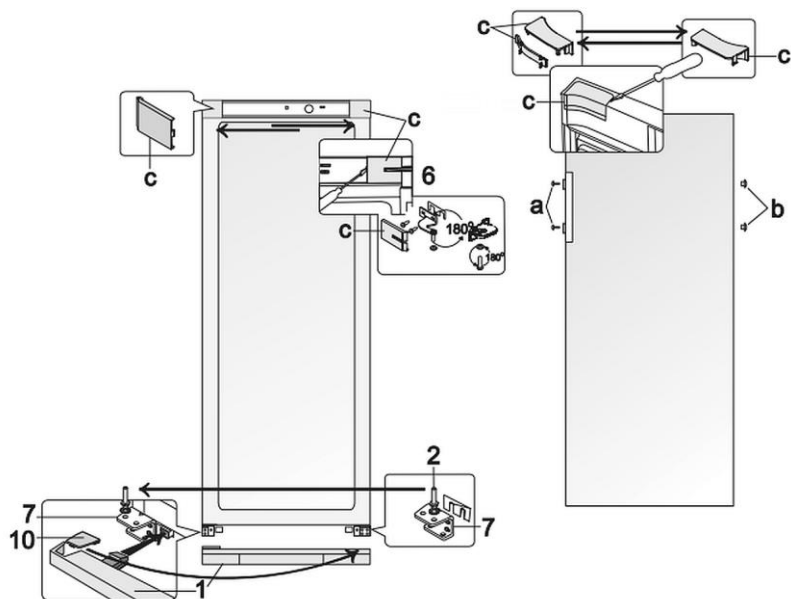

Fig. 8
1. Rimuovere i listelli di copertura (c, fig. 8) dal corpo e dalla parte interna della porta.
2. Rimuovere il supporto superiore (6) insieme alle rondelle e la guarnizione di plastica presente sotto il supporto.
4. Rimuovere il listello di copertura inferiore (1).
5. Allentare il perno di supporto (2) del supporto inferiore (7).
6. Avvitarlo insieme a tutte le rondelle sul supporto opposto (7), simmetricamente alla posizione precedente.
7. Posizionare la porta del frigorifero sul perno di supporto (2) del supporto (7).
8. Ruotare di 180° il supporto (6) con il perno di supporto, le rondelle inserite e la guarnizione di plastica.
10. Inserire il supporto (6) nella porta del frigorifero e avvitarlo nei fori sul lato opposto del frigorifero.